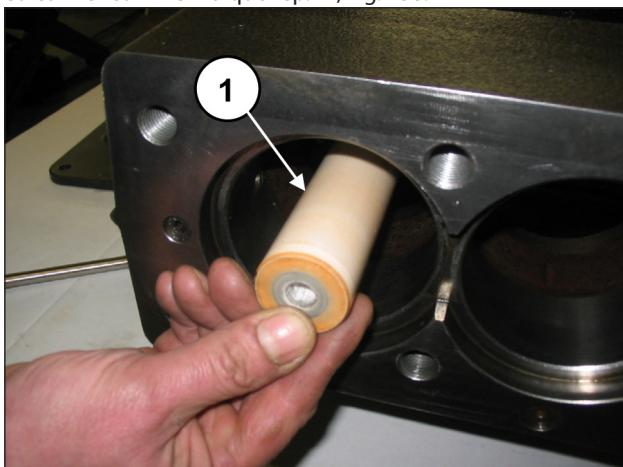
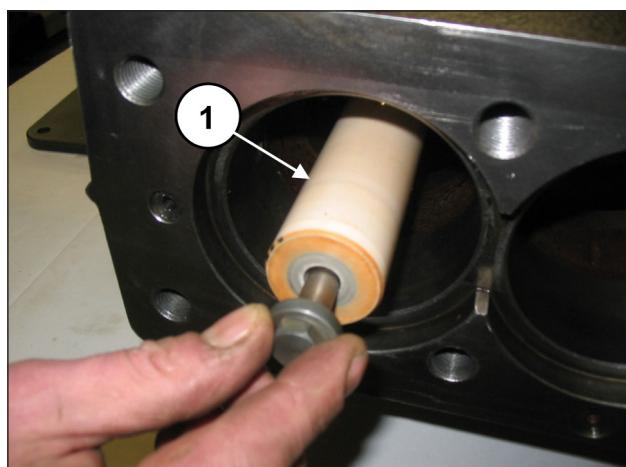

Fig. 157
Fig. 158
Monter les pistons sur leurs guides respectifs (rep. ①, Fig. 157) et les fixer comme indiqué rep. ①, Fig. 158.